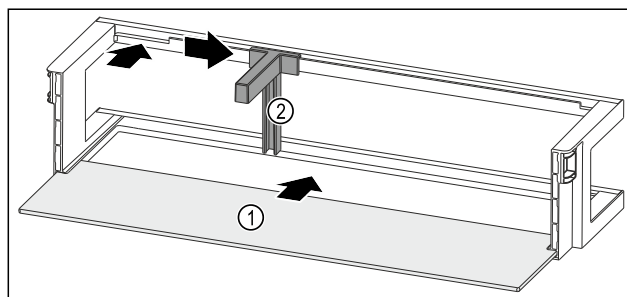

Fig. 255 Rafti i derës me raft mbajtës
- Futni raftin mbajtës Fig. 255 (1) në folëtë anësore.
- Vendosni mbajtësen e shisheve Fig. 255 (2) te foleja.
- Shtyni anash mbajtësen e shisheve Fig. 255 (2) në pozicionin që dëshironi.